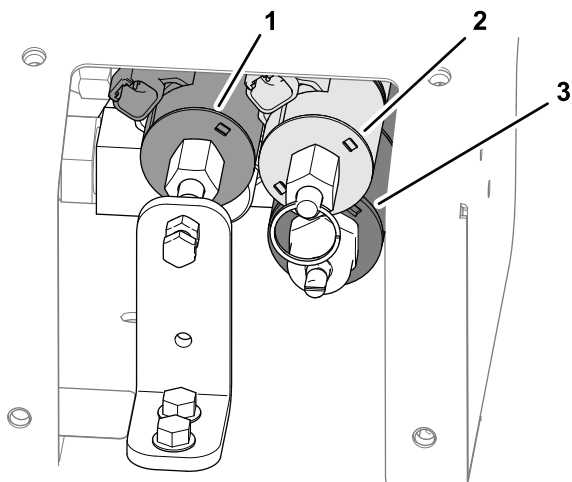

Figura 33
- 3. Individuate le 3 valvole di controllo (Figura 33).